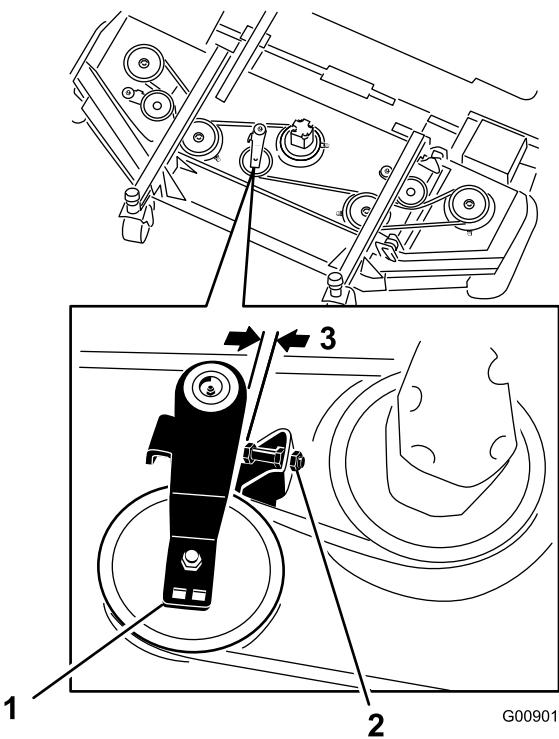

Figura 82
- En la carcasa delantera, afloje las contratuerzas del tornillo de tope de la polea tensora y enrosque el tornillo de tope en el soporte (Figura 82).
- Usando una llave de carraca u otra herramienta similar, aleje la polea tensora (Figura 82) de la correa de transmisión para aliviar la tensión de la correa y poderla retirar de las poleas de la carcasa.